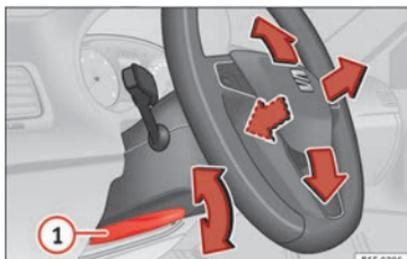

Fig. 16 Alavanca na parte inferior do lado esquerdo da coluna de direção
• Ajustar a posição do volante: pressione a alavanca » » **Fig. 16** ① para abaixo, mova o volante até a posição desejada e volte a subir a alavanca até ao ponto de fecho.